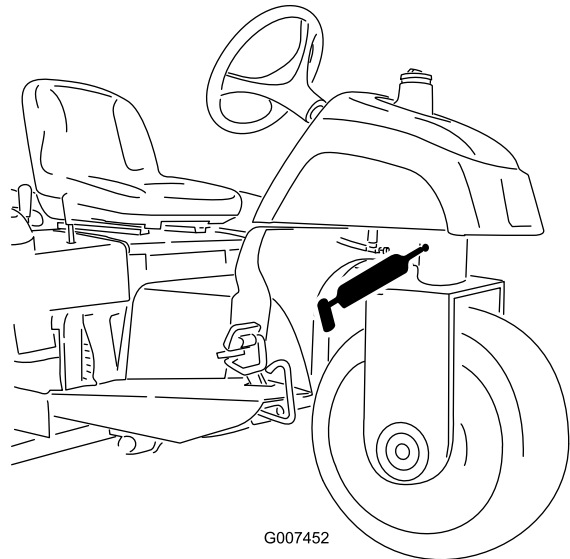

Figura 23
- Pivote de dirección (Figura 23)
Nota: El acoplamiento engrasado del pivote de dirección (Figura 23) requiere el uso de un adaptador de boquilla en la pistola de engrasar. Solicite la Pieza Toro N.º 107–1998 a su Distribuidor Autorizado Toro.